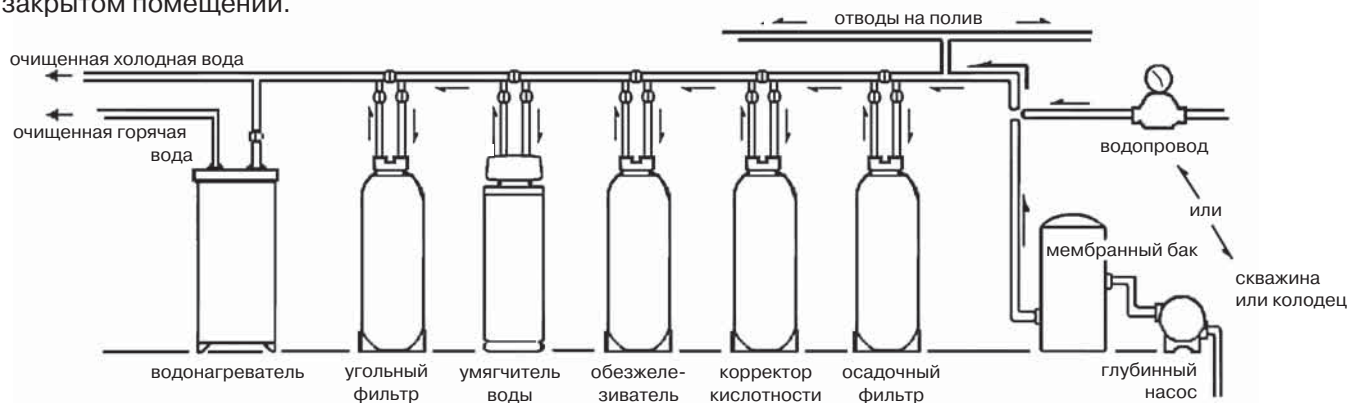

Рис. 1. Полная система очистки воды
2. Устанавливайте фильтр-обезжелезователь перед умягчителем воды. Все водоочистное оборудование должно устанавливаться перед нагревателем воды (**рис. 1**).
3. При необходимости установки дополнительного водоочистного оборудования располагайте его как показано на **рис. 1**.